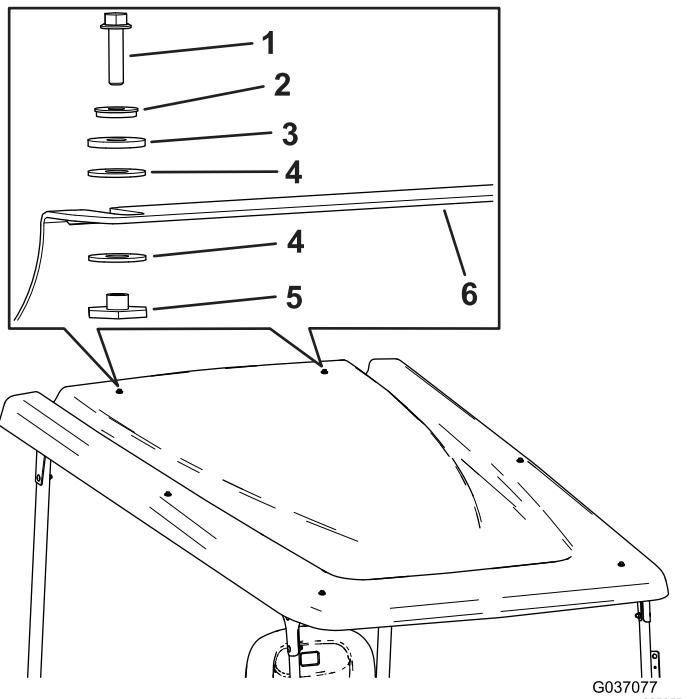

图16
18. 用 2 个六角凸缘螺栓 ($\frac{1}{4} \times 1$ 英寸)、2 个密封垫圈、2 个摩擦垫圈、4 个塑料垫圈和 2 个凸缘轴套将遮阳篷安装到后交联上 (图16)。